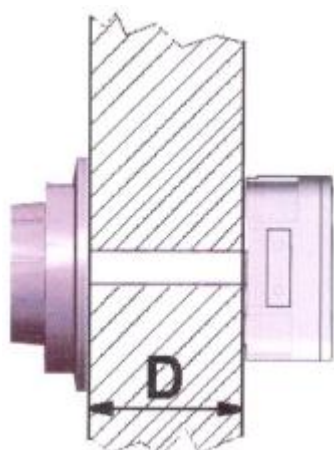

Fig. 1: Medida D
O eixo fornecido pode ser usado para diâmetros de porta de até 125 mm / 5 polegadas. Meça a distância (D) entre as superfícies de montagem do disco indicador e a fechadura (consulte a Fig. 1). Corte o eixo em um dos oito entalhes fornecidos. Use a tabela abaixo para determinar em que entalhe cortar. Não deixe mais segmentos no eixo do que o necessário. Normalmente não são requeridas rebarbações.